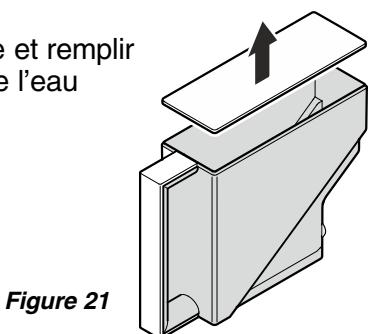

Figure 21
2. Retirer le couvercle et remplir le réservoir avec de l'eau (**Figure 21**).